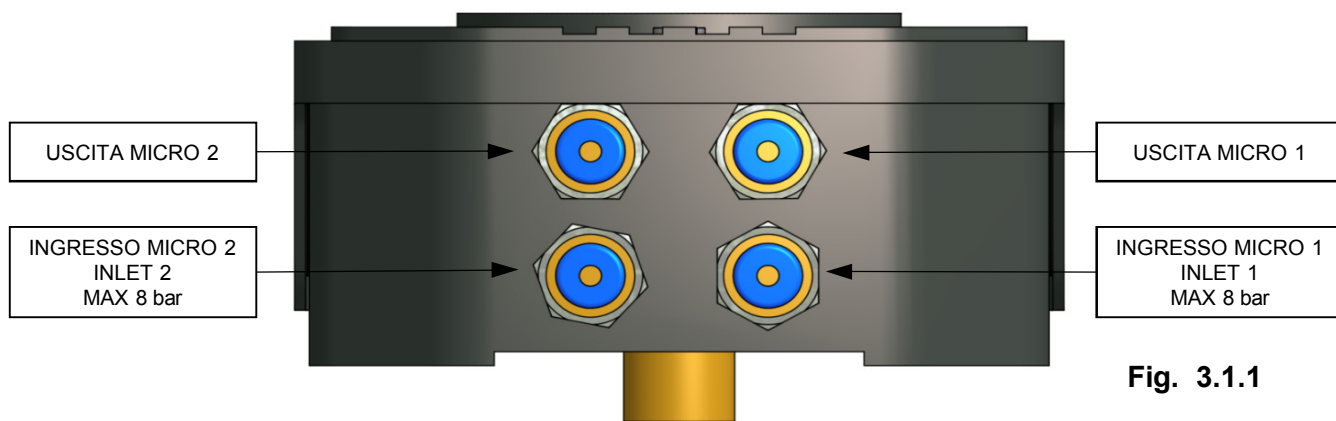

Fig. 3.1.1
- Eseguire i collegamenti pneumatici come in Fig. 3.1.1
- Carry out the pneumatic connection as per Fig. 3.1.1.